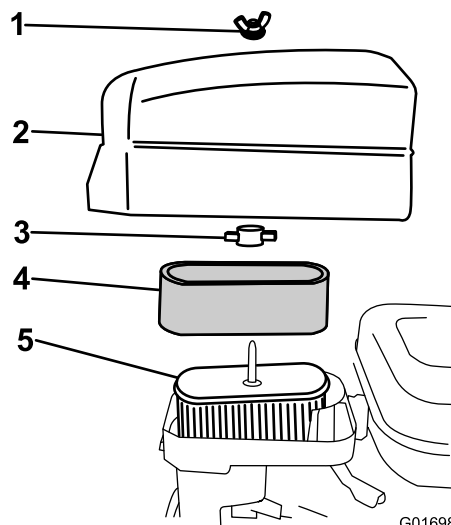

Figura 29
4. Se l'elemento in schiuma sintetica è sporco, toglietelo dall'elemento di carta (Figura 29) e pulite accuratamente come segue: